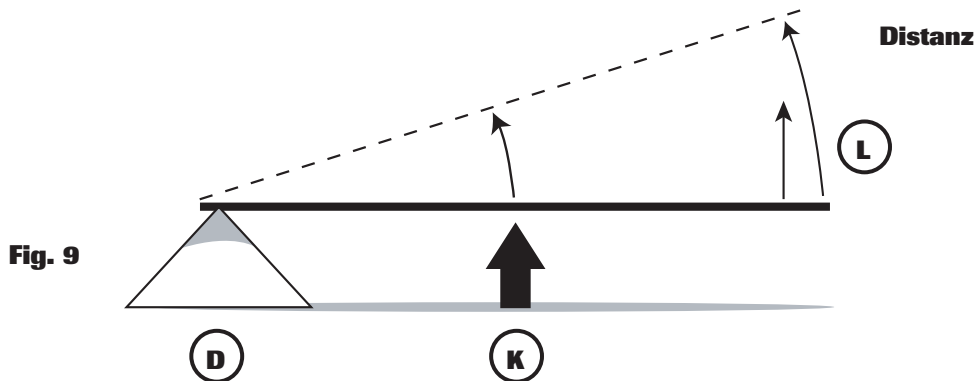

Fig. 9
- (c) Winkelhebel erhöhen gleichzeitig Entfernung und Geschwindigkeit, dies geht zu Lasten der Kraft. Wird die Kraft nahe am Drehpunkt angewendet, erfordert dies viel Energie und der Kraftarm wird dabei nur über eine kleine Strecke bewegt. Das Ende des Lastarms jedoch, bewegt sich mit höherer Geschwindigkeit über eine größere Strecke, aber mit weniger Kraft. In Fig. 9 wirkt die Last zweimal so weit vom Drehpunkt entfernt wie die Kraft. Die Last bewegt sich in der gleichen Zeit zweimal so weit wie die Kraft, es erfordert aber zweimal so viel Energie wie die Bewegung ohne Hebel.